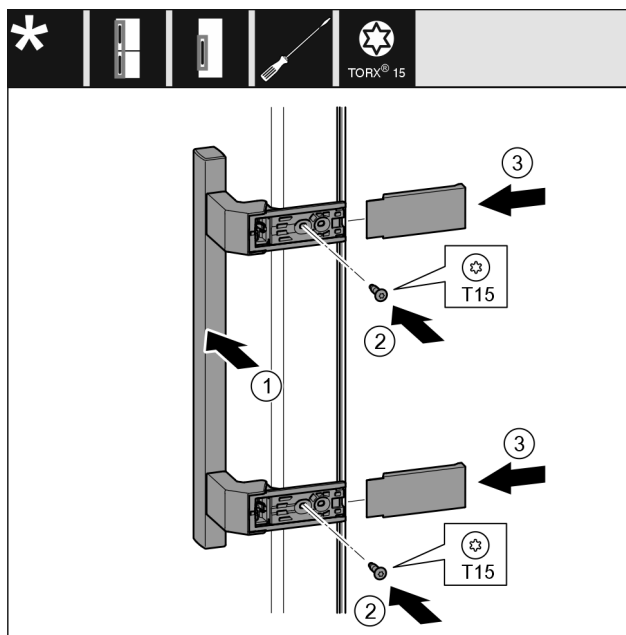

Fig. 25
- Поставете дръжката Fig. 25 (1) от другата страна.
- С отвертка затегнете винтовете Fig. 25 (2).
- Поставете отстрани капачите Fig. 25 (3) и ги нахлузете.